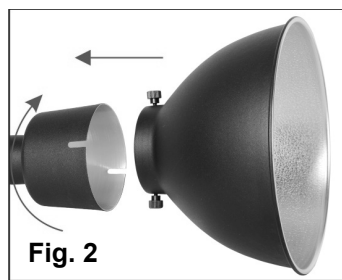

Fig. 2
4. Plaats de reflector (1) op de adapterring (2) en draai de 2 moeren aan (Fig. 2).
4. Placez le réflecteur (1) sur la bague adaptateur (2) en fixez les 2 écrous (Fig. 2).